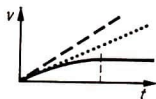

Bild 78
4. Bild 78; ohne Reibung:  $v = at$  (gestrichelte Kurve); bei konstanter Reibung:  $v = a't$  (punktierter Kurve); Reibung wächst mit Geschwindigkeit, folglich wird Beschleunigung kleiner (gekrümmter Kurventeil); Antriebskraft = Reibungskraft, folglich  $a = 0$  (Kurventeil parallel zur Zeitachse)